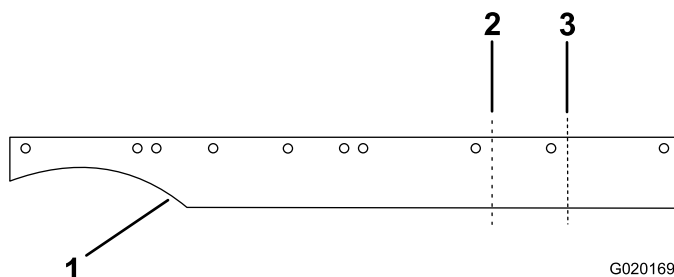

Figura 1
1. Recorte la longitud del deflector para adaptarlo al tamaño de su carcasa, según se muestra en Figura 1. Recorte el deflector en la primera muesca para carcasas de 52 pulgadas, o en la segunda muesca para carcasas de 60 pulgadas.